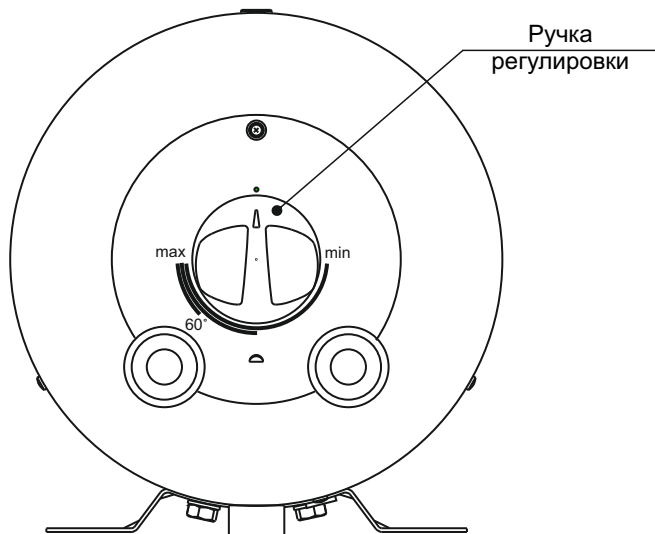

Рисунок 1 - Вид со стороны панели управления ЭВН
- На нижней защитной крышке ЭВН размещен терморегулятор с выведенной наружу ручкой (см. рисунок 1). С помощью этой ручки потребитель может плавно регулировать температуру нагрева воды до  $70^{\circ}\pm 5^{\circ}\text{C}$ .
- По желанию потребитель может изменить температуру нагрева воды с помощью ручки регулировки. Поворотом ручки регулировки по часовой стрелке увеличивают температуру нагрева воды, поворотом ручки против часовой стрелки - уменьшают. Для ориентации на шкале обозначено положение ручки регулировки, соответствующее нагреву воды примерно до 60 °С (см. рисунок 1).